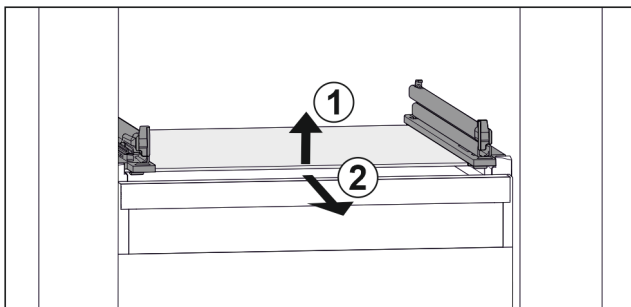

Fig. 71 Примерно изображение на стъклената плоча
- ▶ Повдигнете стъклената плоча отпред. Fig. 71 (1)
- ▶ Извадете стъклената плоча напред. Fig. 71 (2)